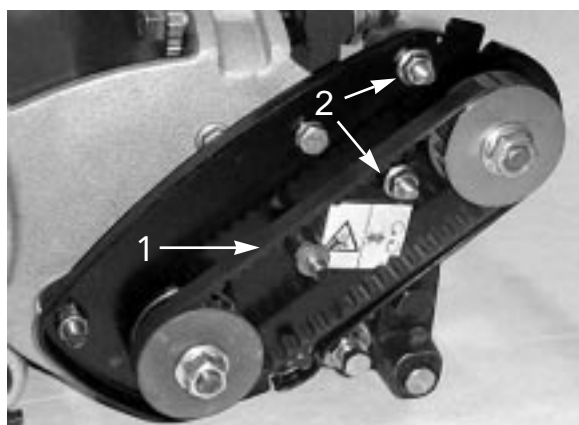

図 38
- A. ベアリング・ハウジング固定ナットをゆるめる (図38)。